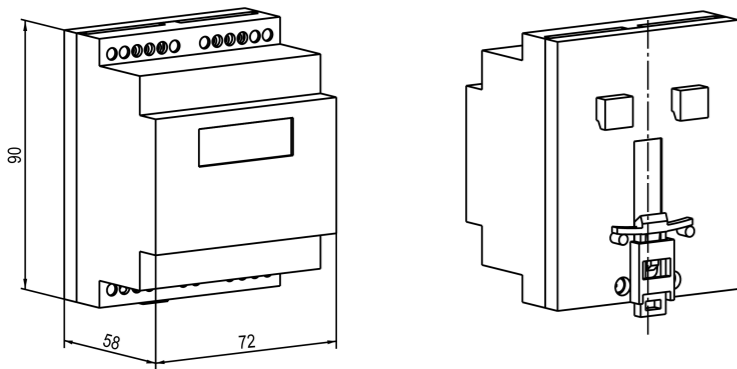

Рисунок 10 – Габаритные размеры корпуса Д
1. Подготовить место на DIN-рейке для установки прибора (см. рисунок 10).